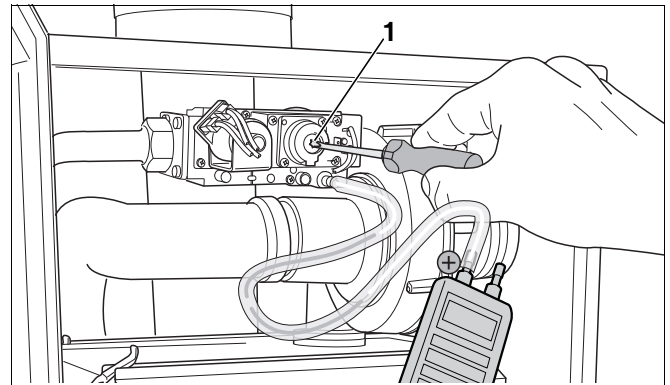

Bild 86 Ställa in gas/luftförhållandet
- Om gas/luftförhållandet avviker kan det efterjusteras med inställningsskruven (Torx 40 H) (bild 86, pos. 1). Inställningsskruven är placerad bakom täckskruven (torx 40 H).